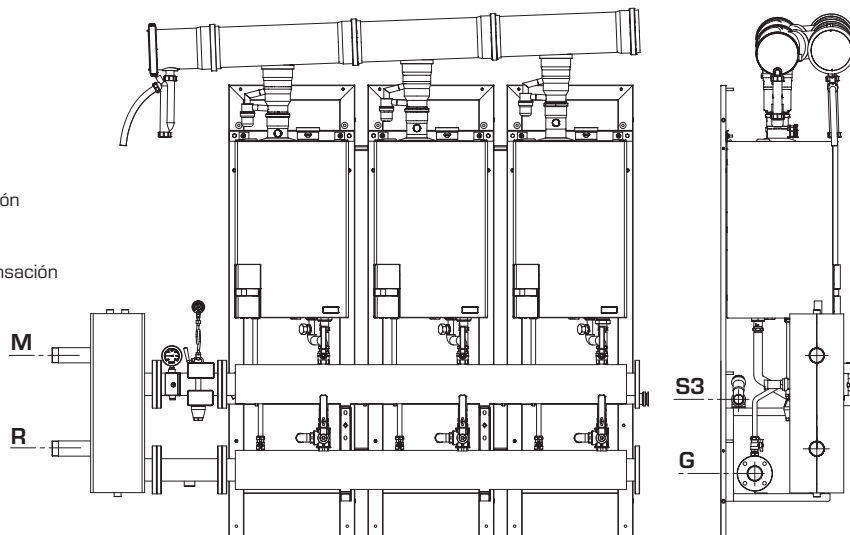

Fig. 4
2.2.2 Calderas en secuencia/cascada (fig. 4 - fig. 4/a)